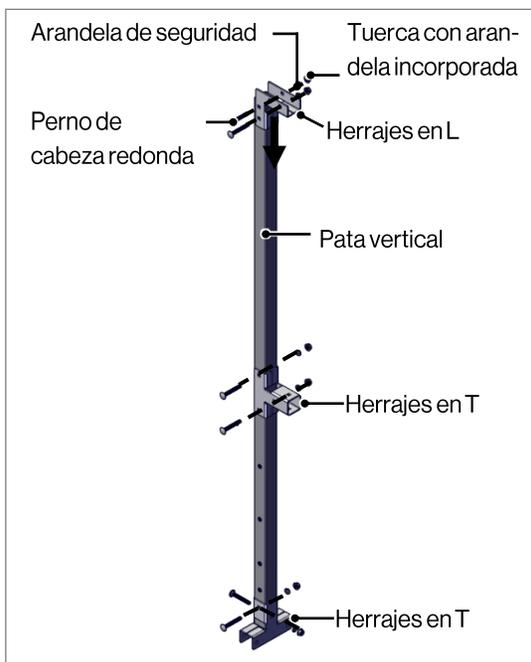

Fig. 3
1. Instale cuatro (4) herrajes en T y dos (2) herrajes en L en la pata vertical utilizando seis (6) pernos de cabeza redonda, arandelas de seguridad y tuercas con arandela incorporada (Fig. 3). Repita este paso del otro lado.